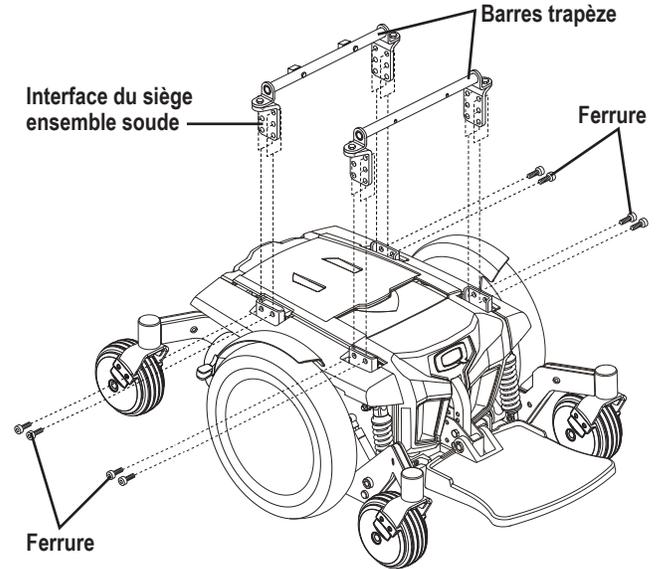

Figure 14. Réglage de la hauteur et de l'angle du siège
7. Desserrez les ferrures qui retiennent la barre trapèze sur les ensembles soudés de l'interface du siège. Voir la figure 14.